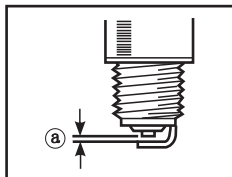

Рис. 12
**СОВЕТ:** Зазор свечи **а** (рис. 12) должен измеряться свечным щупом и при необходимости корректироваться согласно спецификации.